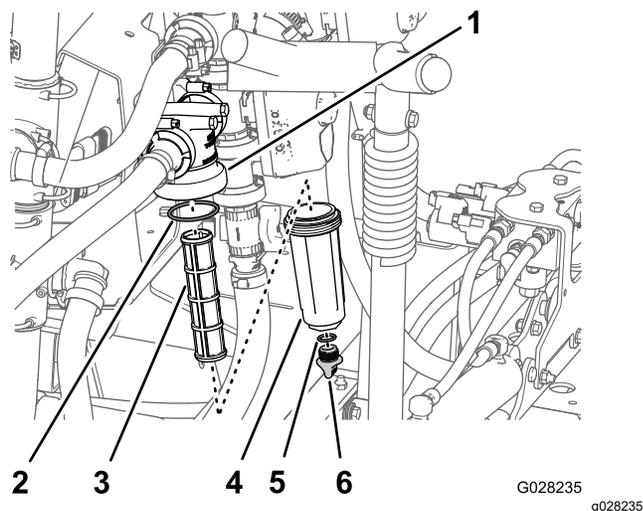

Рисунок 104
2. Поместите сливной поддон под фильтр линии нагнетания (Рисунок 104).
3. Поверните маслосливную пробку против часовой стрелки и снимите ее со стакана фильтра линии нагнетания (Рисунок 104).
4. Поверните стакан против часовой стрелки и снимите его с головки фильтра (Рисунок 104).
5. Извлеките старый элемент фильтра линии нагнетания (Рисунок 104).
6. Проверьте уплотнительное кольцо сливной пробки (расположенное внутри стакана) и уплотнительное кольцо стакана (расположенное внутри головки фильтра) на повреждения и износ (Рисунок 104).
7. Вставьте новый элемент фильтра линии нагнетания в головку фильтра (Рисунок 104).
8. Установите стакан на головку фильтра и затяните вручную (Рисунок 104).
- Установите пробку в стакан и затяните ее от руки (Рисунок 104).